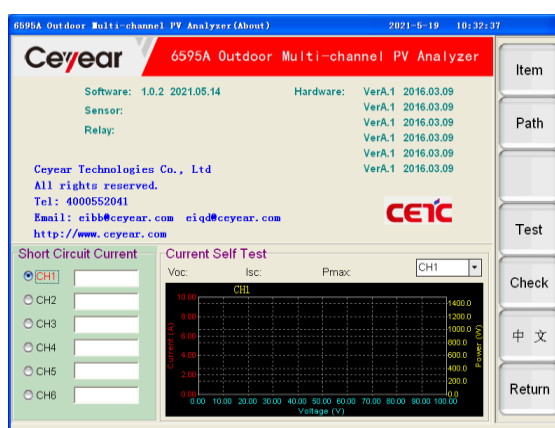

图 4.23 系统页面（英文）窗口示意图
- **【English】**：此时按下此菜单项对应的按键后，界面语言将变为英文，如图 4.23 所示，同时此菜单项名称变为**【中文】**。再按下此菜单项对应按键后，界面语言变为中文，如图 4.22 所示，同时菜单项名称变为**【English】**。